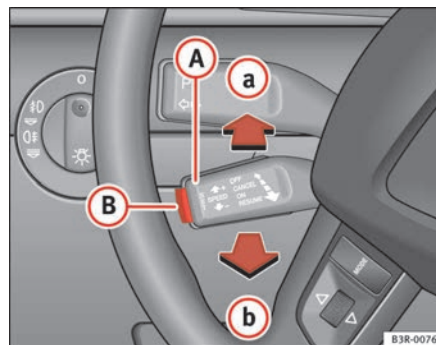

Fig. 144 Comandi dell'impianto di regolazione velocità
- premere la leva **(A)** $\Rightarrow$ fig. 144 fino a raggiungere la posizione **(a)** (prima dello scatto).